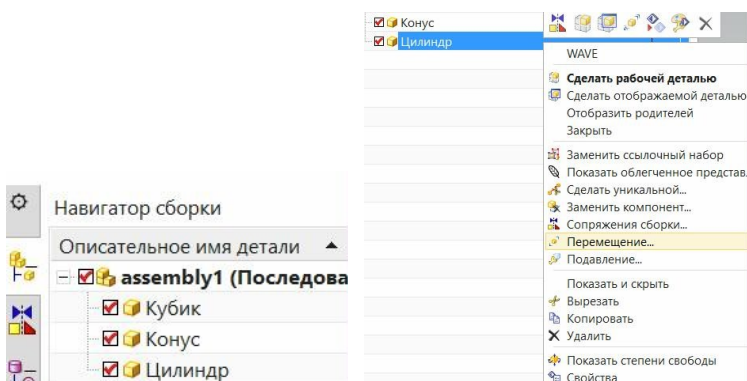

Рис.29
- Для этого нам впервые придется обратиться к **навигатору сборки (НСб)** (рис.29). Позднее мы ещё подробно поговорим о НСб, а сейчас достаточно сказать о том, как переместить деталь.